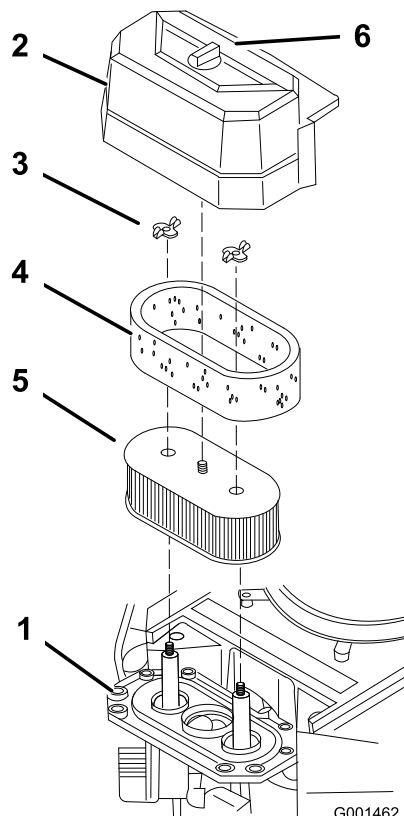

Figure 20
3. Nettoyez la surface autour du filtre à air pour éviter que des impuretés n'endommagent le moteur en tombant à l'intérieur (Figure 20).
4. Dévissez le bouton du couvercle et déposez le couvercle du filtre à air (Figure 20).
5. Dévissez les 2 écrous à oreilles et déposez l'ensemble filtre à air (Figure 20).
6. Sortez délicatement l'élément en mousse de l'élément en papier (Figure 20).
1. Ne nettoyez pas l'élément en papier. Remplacez-le toutes les 200 heures de fonctionnement (Figure 20).
1. Glissez délicatement l'élément en mousse sur l'élément en papier (Figure 20).
2. Posez l'ensemble filtre à air sur sa base et fixez-le en place avec les 2 écrous à oreilles (Figure 20).
3. Mettez le couvercle du filtre en place et serrez le bouton (Figure 20).